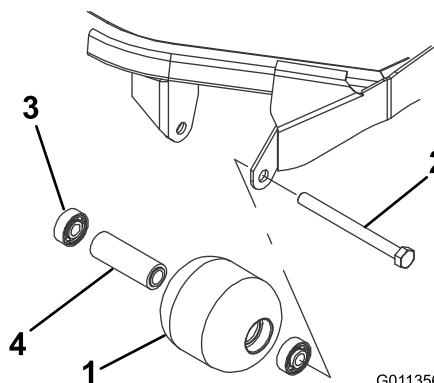

Figura 63
- Retire el perno de montaje del rodillo (Figura 63).
- Inspeccione el alojamiento del rodillo, los cojinetes, y el espaciador del cojinete (Figura 63). Sustituya cualquier componente dañado y ensámblelos.
- Introduzca a presión el primer cojinete en el alojamiento del rodillo (Figura 63). Haga presión solamente sobre el anillo de rodadura exterior, o de forma igual sobre el anillo exterior y el interior.
- Introduzca el espaciador (Figura 63).
- Introduzca a presión el segundo cojinete en el alojamiento del rodillo (Figura 63). Presione uniformemente sobre los anillos de rodadura interior y exterior hasta que el anillo interior entre en contacto con el espaciador.